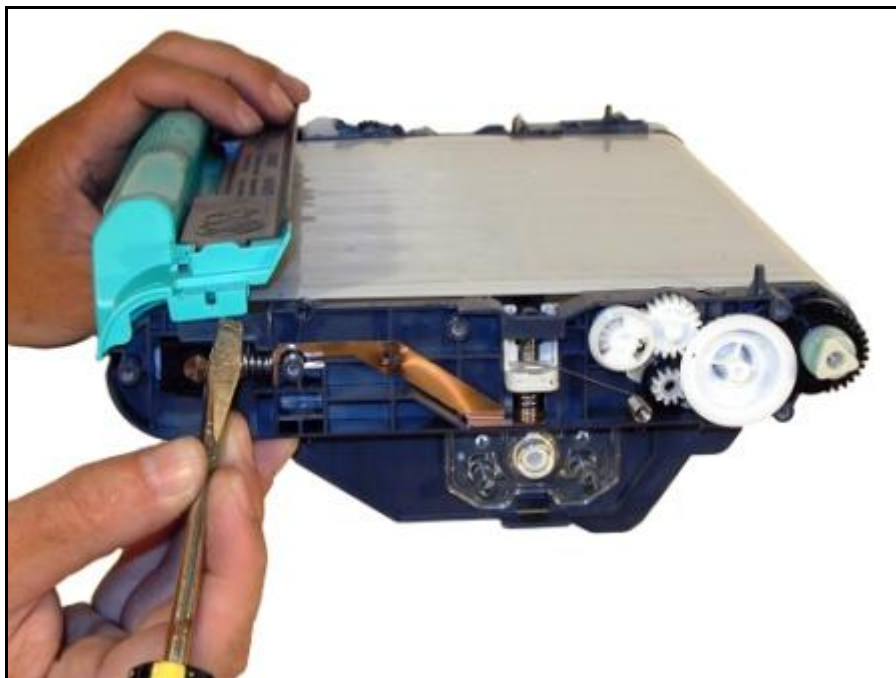

Ilustración 14
10. Presionar hacia arriba las uñas verdes laterales de la manija y retirarla. Ilustración 14